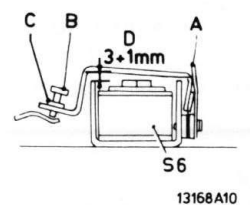

Fig. III-12
- Controleer de slag van het anker van elektromagneet S6. De afstand D moet 3 ± 1 mm bedragen (zie Fig. III-12).